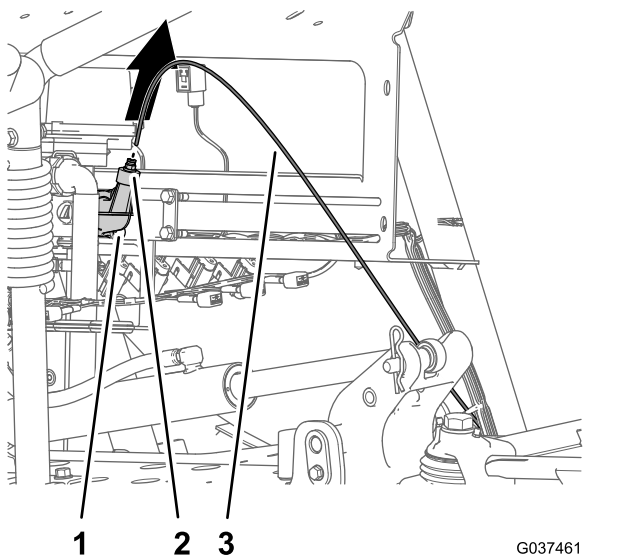

Рисунок 10
1. Вдавите зажимное кольцо соединительной муфты трубки в штуцер крышки с отверстием на клапане правой секции стрелы (Рисунок 10).
2. Вытяните трубку датчика давления для манометра на приборной панели из соединительной муфты (Рисунок 10).